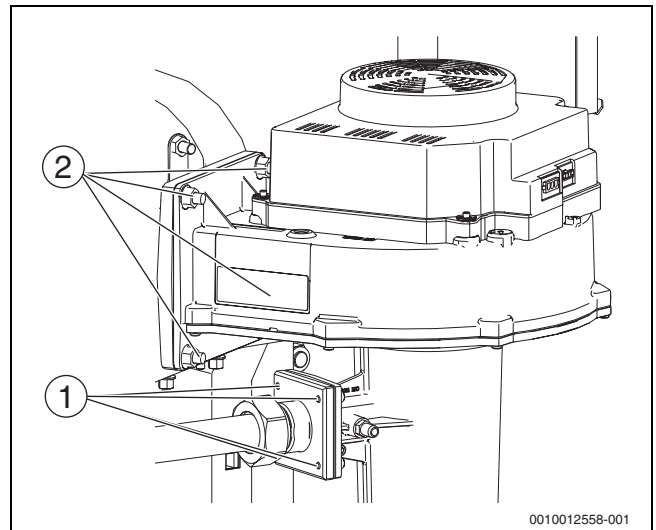

Bild 65 Gebläse ausbauen (Kesselgröße 200-300 kW)
- ▶ Gemischflansch durch Entfernen der 4 Muttern am Venturi abschrauben (→ Bild 65, [1]).
- ▶ 4 Sechskant-Muttern am Gemischkrümmer entfernen (→ Bild 65).
- ▶ Gebläse durch Entfernen der 4 Muttern am Gemischkrümmer abschrauben (→ Bild 65, [2]).